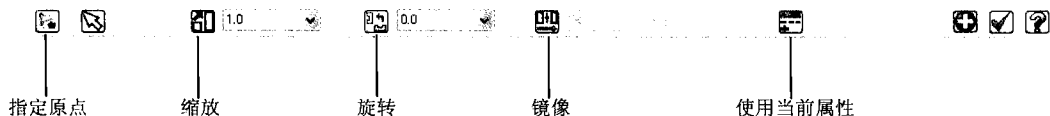

图 1-13 文件合并工具栏
(1) 选择菜单栏中的 File | Open 命令，从指定网络下载并打开实例文件“文件合并 1.MCX”文件。
(2) 选择 File | File Merge/Pattern 命令，在文件选择对话框中选择文件“文件合并 2.MCX”，系统将在 Ribbon 工具栏中显示文件合并工具栏，如图 1-13 所示。直接单击  按钮，确定即可。系统将自动完成两个图形进行叠加。